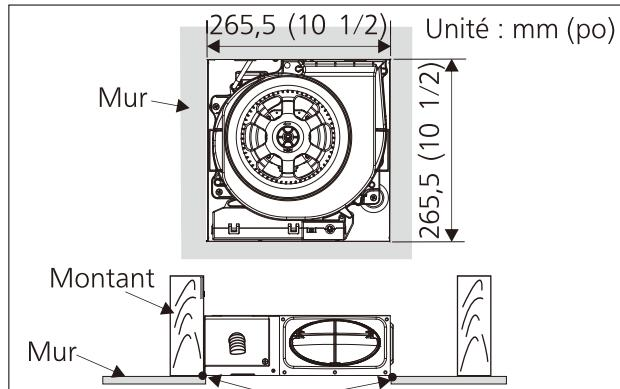

Fig.11
- Terminez les finitions murales. Le trou dans le mur devrait être aligné sur la bordure interne de la collarette. (Fig.11)